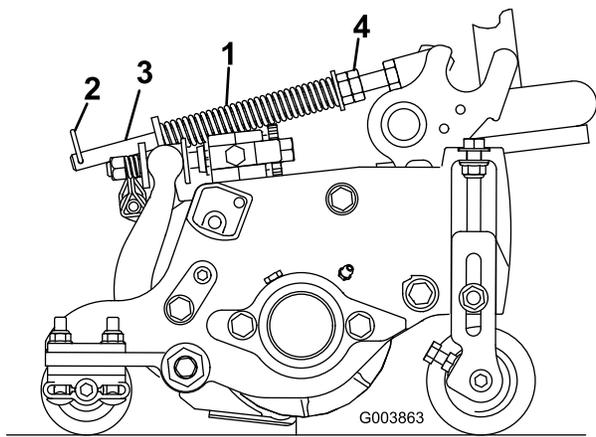

図 15
ターフ補正スプリング 図 15 は、前ローラから後ローラへと、カッティングユニットの体重移動を行います。これによりユニットを安定させ、いわゆる「波打ったような」仕上がりボビングとかマーセリングといわれる現象を防いでいます。
1. ヘアピンコッターがスプリングロッドの後の穴に差し込まれていることを必ず確認しておいてください 図 15。
- スプリングロッド前部の六角ナットを締め、スプリング圧縮状態の長さが以下の通りになるようにする。リールマスター5410の5インチカッティングユニットでは12.7cm、リールマスター5510と5610の7インチカッティングユニットでは15.9cm [図 15]。